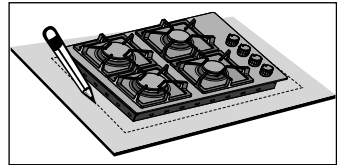

Figura 19
- Teniendo en cuenta la Tabla 3, demarque en la superficie de instalación, el contorno correspondiente a la base de la Estufa de empotrar (Ver figura 19).